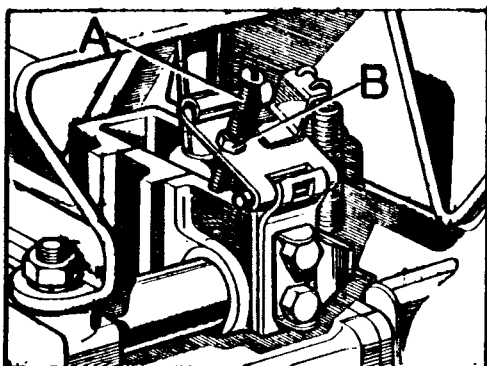

Fig. C-71 Ajuste del recorrido del -
- 3.1. Ajustar el tornillo, A (Fig. C-71) de tal forma que la placa con bisagra pueda ser elevada por la palanca de cambio, cuando se utilice la marcha atrás, - al tiempo que debe notarse una resistencia apreciable.